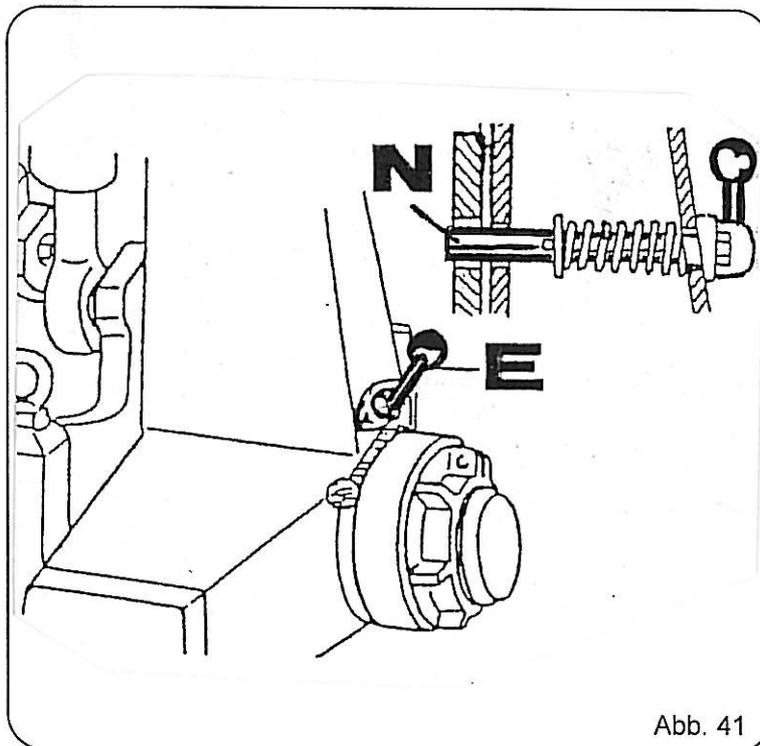

Abb. 41
- Hebel am Tragbock umlegen (Abb. 41, Pos. E).
- Mit Traktorhydraulik den Pflugrahmen drehen bis Bolzen einrastet (Abb. 41, Pos. N).